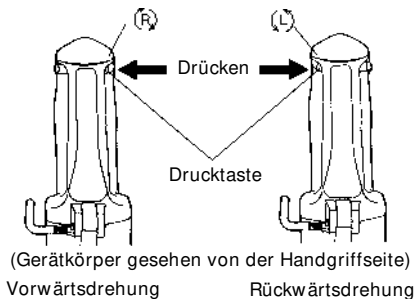

Abb. 19
Um die Bohrerspitze nach links zu drehen, auf die L-Seite des Druckknopfs drücken. (Siehe **Abb. 19**.) Die Markierungen (R) und (L) befinden sich am Gerätkörper.